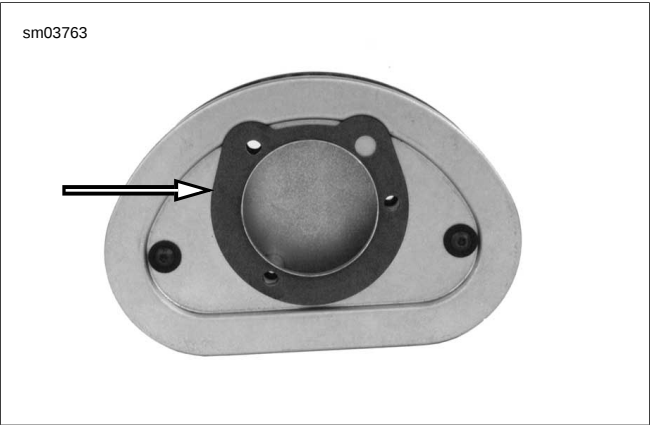

Figure 1-8. Joint de l'élément
1. Voir Figure 1-8. Placer le **nouveau** joint sur l'élément du filtre à air. S'assurer que les trous de joint sont alignés avec les trous de vis.